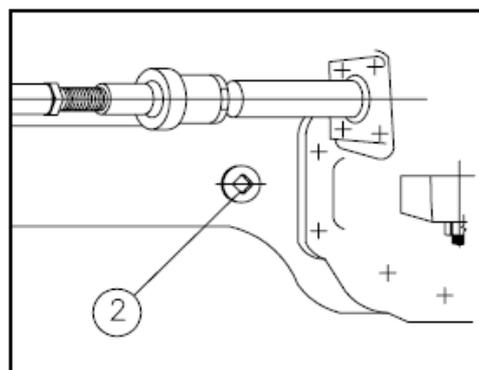

Fig. 5-21 Eixo dianteiro; bocal de nível
(1) Filtro, bocal de drenagem e nível.
Remova o bocal de nível (2) (Fig. 5-21) do cárter do eixo central. O nível de óleo deve chegar ao orifício. Ateste se necessário com óleo do tipo especificado, através do bocal 2 (Fig. 5-21).